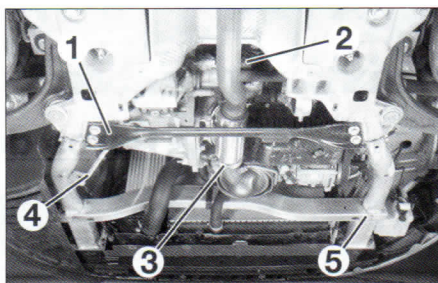
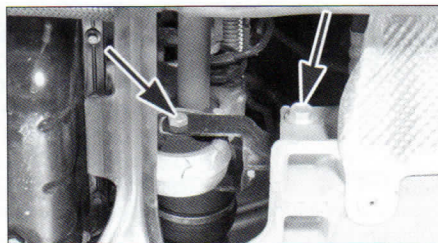

FIG. 4
FIG. 5
- la barra de refuerzo (1) de la cuna (**fig. 4**).
- el depósito de depresión (2) detrás del motor.
- Separar la línea de escape (3), para no deteriorar
- Desembridar las tuberías de asistencia de dirección (4) del cuadro de refuerzo de la cuna (**fig. 4**).
- el cuadro de refuerzo de la cuna (5).
- el tirante antibasculamiento (**fig. 5**).
- sustituir la abrazadera del flexible de escape (3) (**fig. 4**).